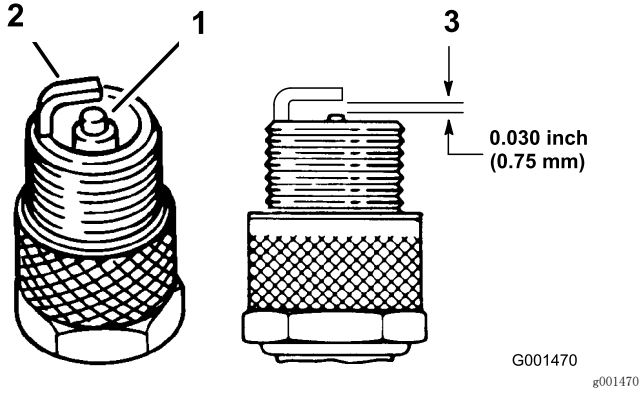

图24
1. 查看火花塞的中心（图24）。如果您看到绝缘体上有浅棕色或浅灰色涂层，说明发动机运行正常。如果绝缘体上的涂层是黑色的，通常意味着空气滤清器已变脏。
2. 检查中心电极与侧电极之间的空隙（图24）。如果空隙不正确，请弯转侧电极（图24）。
3. 将电线连接到火花塞上（图24）。